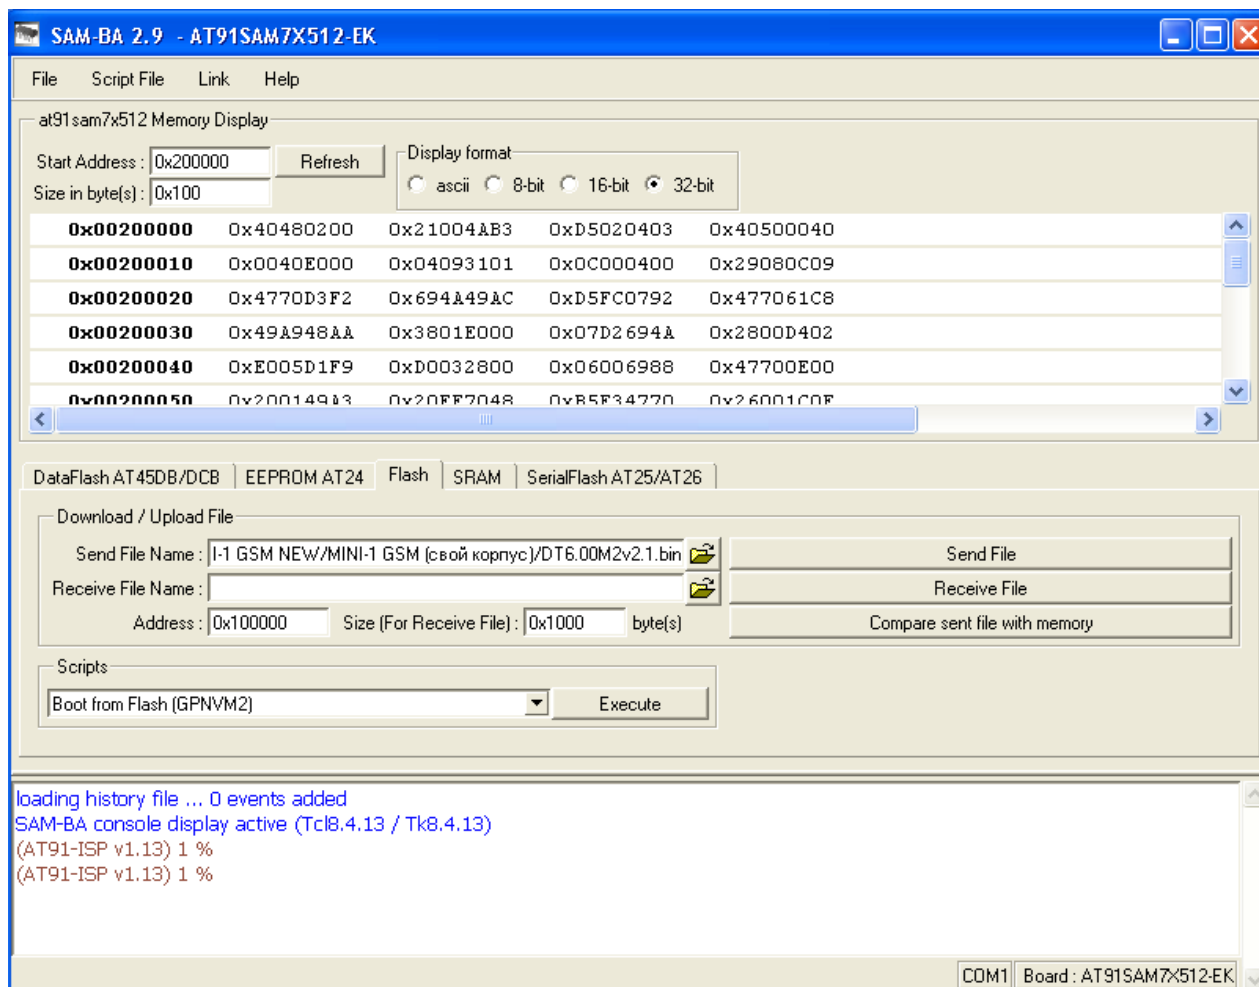

*Рис. 11*
**Примечание:** При неисправной плате, неисправном блоке питания, неисправном блоке индикации и при плохих контактах в разъёмах, а также, если неправильно выбран COM-порт или тип Вашего процессора (см. пункты 3.3.4, 3.3.5), не была нажата кнопка «S1» (см. пункт 3.3.2) персональный компьютер программируемую плату не обнаружит (через свой COM-порт). Вместо окна на рис. 10 появится сообщение об ошибке (см. рис. 11). Процесс программирования необходимо повторить с другим оборудованием, последовательно, начиная с пункта 3.2.1.